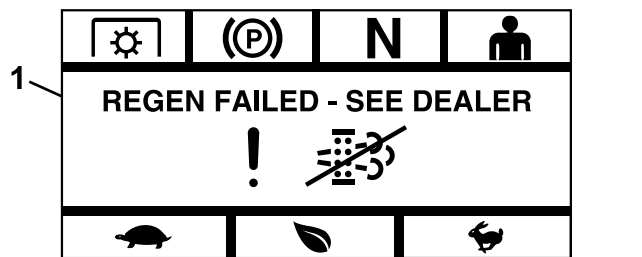

Figure 19
- **Échec** – si l'ECU du moteur détermine qu'il est impossible de terminer une régénération d'urgence, le module affiche l'écran Regen Failed—See Dealer (échec de régén. – voir dépositaire) (Figure 19). Amenez la machine chez un dépositaire-réparateur agréé.